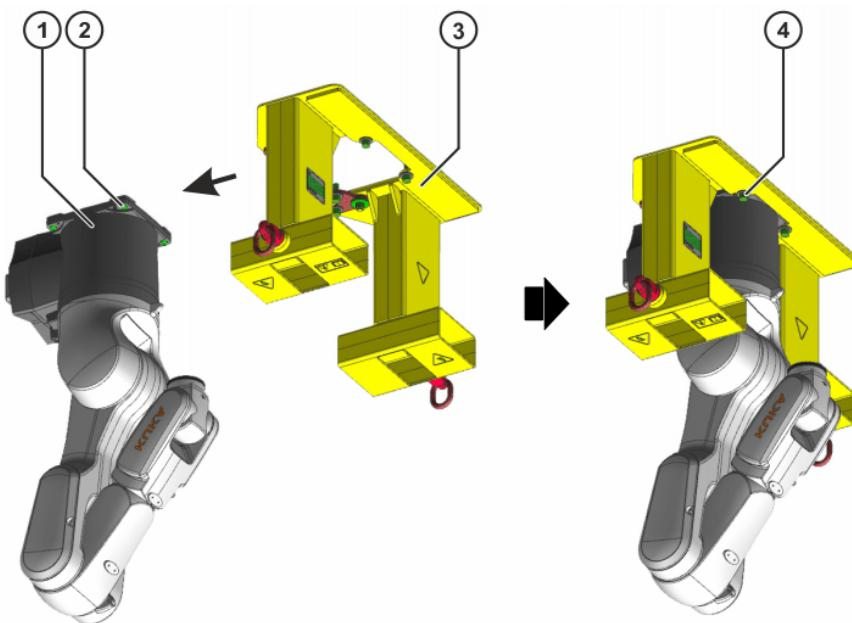

Abb. 10-7: Lastaufnahmemittel am Roboter befestigen
7. Lastaufnahmemittel vorsichtig von vorn auf das Grundgestell des Roboters aufschieben (>> Abb. 10-7).